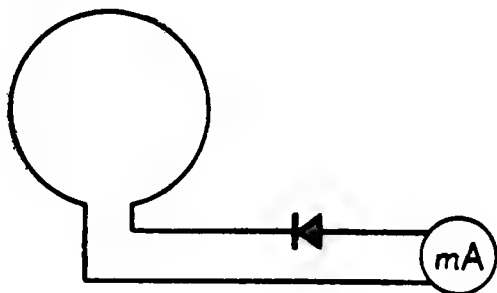

Рис. 1
1. Индикатор колебаний высокой частоты. Он состоит обычно из витка проволоки с включенным в него миллиамперметром постоянного тока и детектором (рис. 1) или тепловым амперметром. Мы же будем употреблять вместо приборов просто микролампу, с которой подогреванием ее баллона на спичке удален налет (зеркало); ножки накала этой лампы нужно замкнуть на виток толстого (1—2 мм) изолированного провода. Такой индикатор достаточно чувствителен и не обладает большой инерцией.